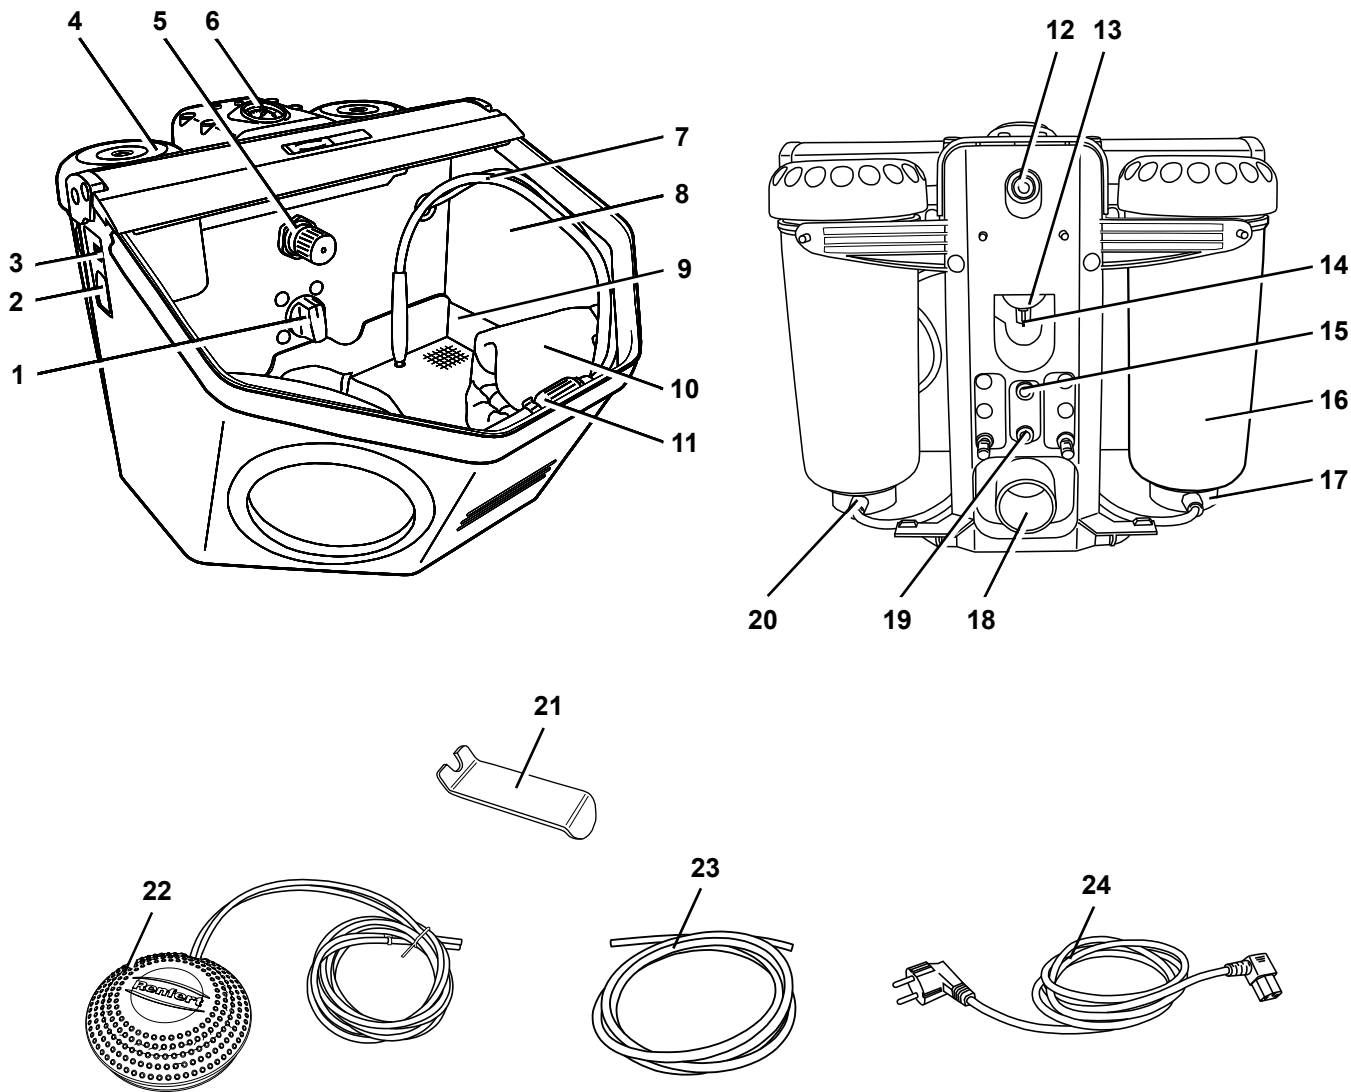

Abb. 1
Zum Entfernen von Strahlmittelresten und Staub kann die Ausblasdüse (11, Abb. 1) verwendet werden.
- Am Wahlschalter (1, Abb. 1) den Strahl tank wählen.
- Fußschalter (22, Abb. 1) betätigen.